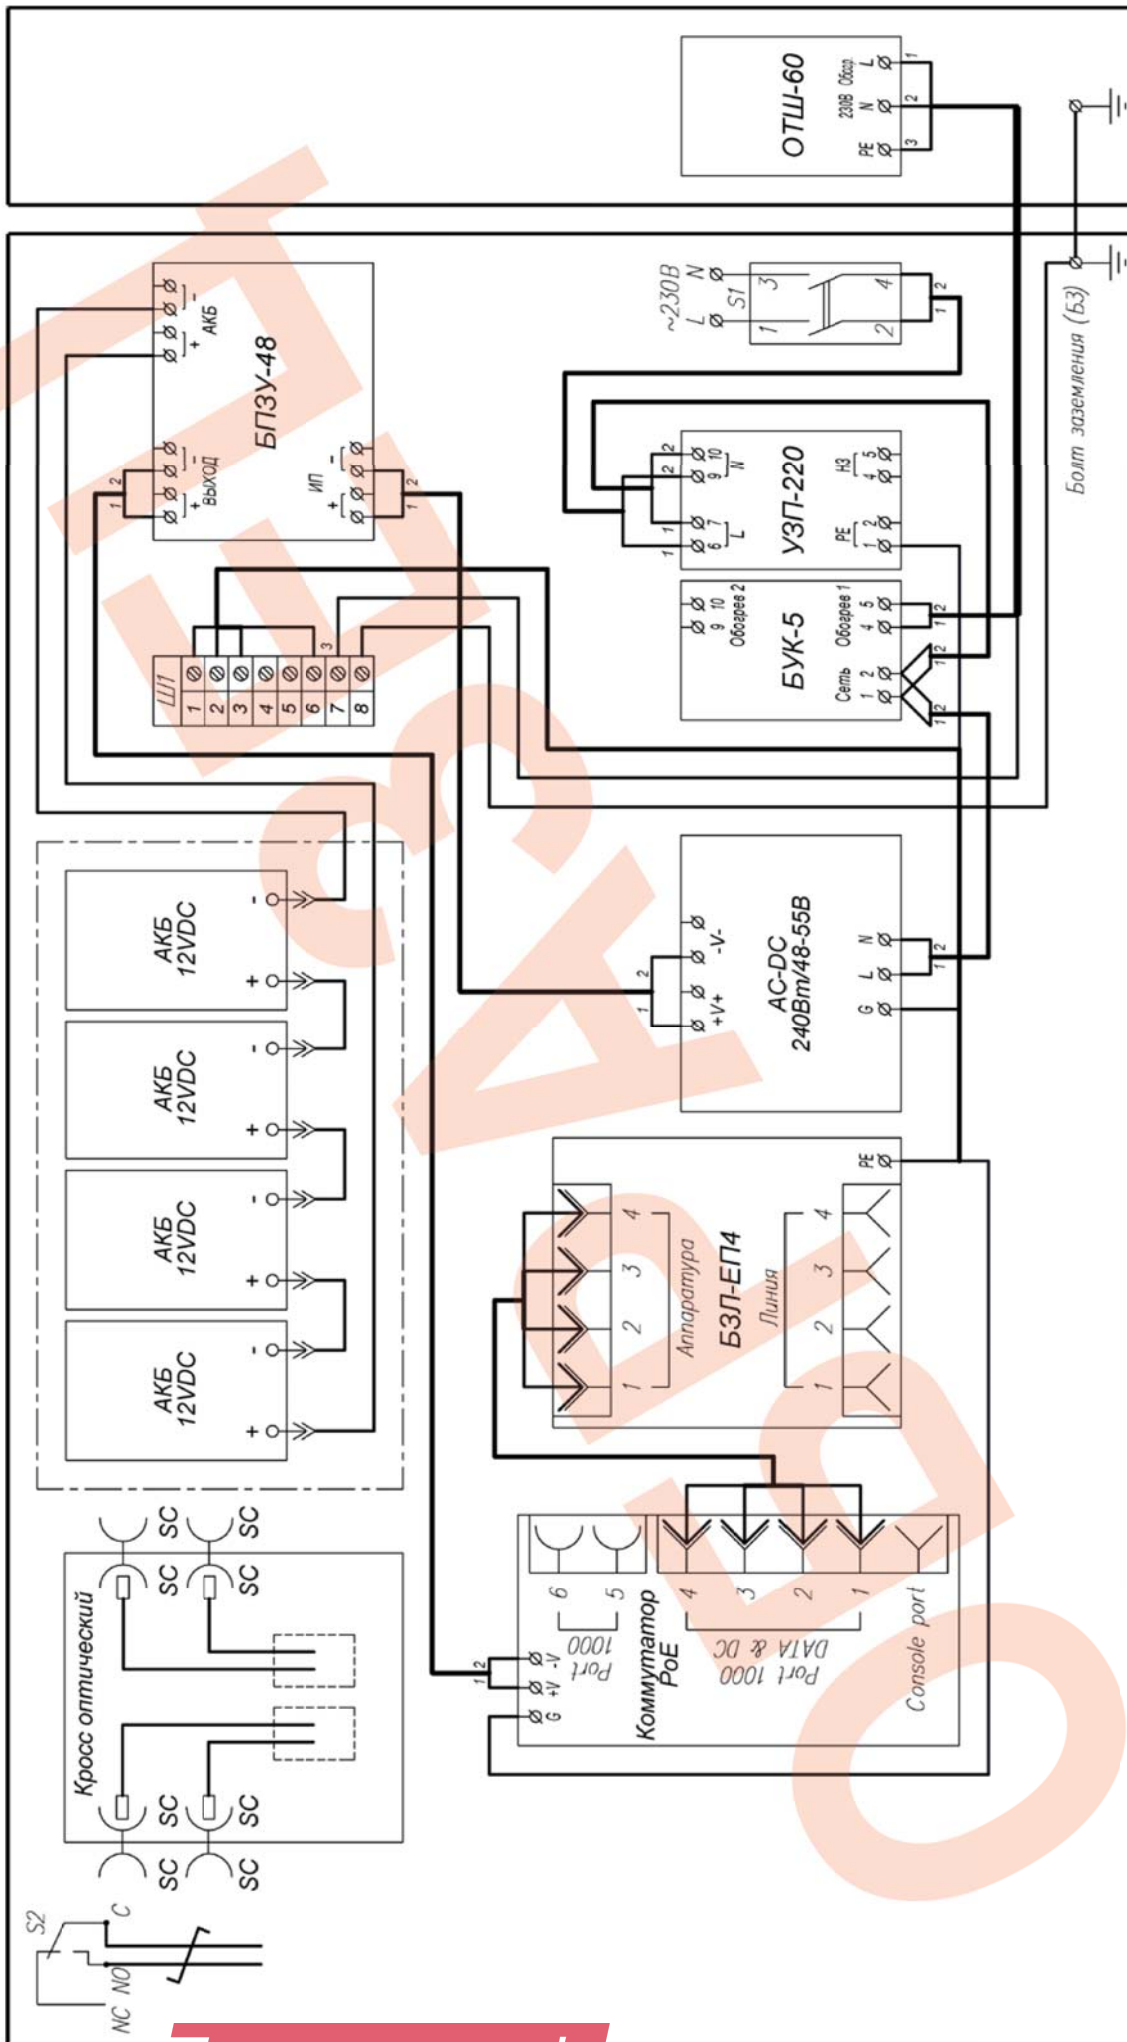

Рис.1 Схема электрическая принципиальная
4. Подключить АКБ к БПЗУ-48 согласно схеме (рис. 1).
7. Подключить кабель питания к входу автомата питания S1 (сечение подключаемых проводов до 25 мм²), при этом фазный провод (L) соединить с контактом 1, нулевой провод (N) с контактом 3.
1. Заземлить изделие при помощи болта заземления (БЗ) (рис.1).